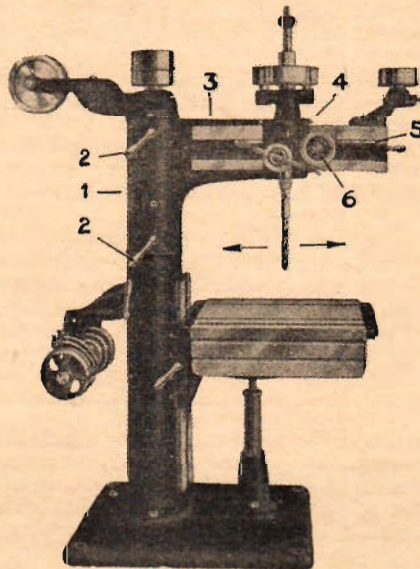

Fig. 171. Radialbormaskin.
Då man bearbetar *större arbetsstycken*, som på grund av sin tyngd äro svåra att flytta, användas *radialbormaskiner* (kranbormaskiner), fig. 171. Radialbormaskinen kan sägas vara en variant av pelarbormaskinen. Liksom denna har den en pelare 1, som bär upp de maskinella anordningarna. Den huvudsakliga skillnaden mellan den vanliga pelarbormaskinen och radialbormaskinen är, att avståndet mellan bormaskinsspindel och pelaren vid den förre är konstant, medan det vid den senare kan förändras, och att radialbormaskinens arbetsspindel kan svängas runt pelaren. Borrarspindelsupportens (4) förflyttning i radiell led sker å den visade typen med hand-